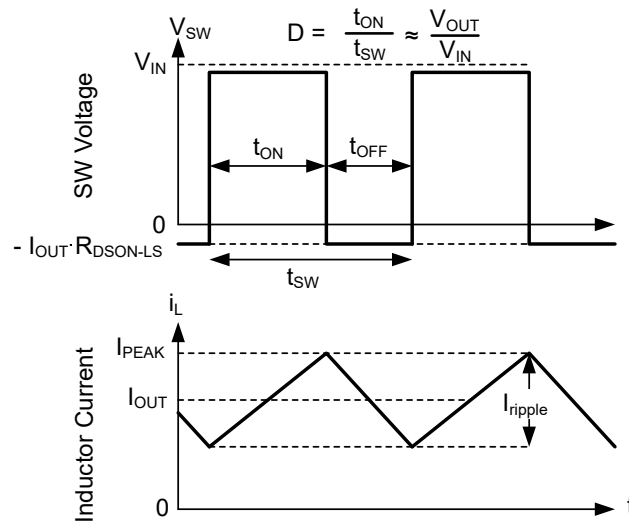

図 7-16. 連続モード (CCM) における SW 電圧とインダクタ電流の波形
本デバイスの以下の動作の説明は、セクション 7.2 と以下の波形 (図 7-16) を参照しています。CCM では、本デバイスは、内蔵ハイサイド (HS) およびローサイド (LS) スイッチを各種デューティサイクル (D) でオンにすることで、出力電圧のレギュレーションを実現します。HS スイッチのオン時間の間、SW ピンの電圧 (V_{SW}) は V_{IN} の付近までスイングし、インダクタ電流 (i_L) は線形的な傾きで増加します。HS スイッチは、制御ロジックによってオフにされます。HS スイッチのオフ時間 (t_{OFF}) の間、LS スイッチはオンにされます。インダクタ電流は LS スイッチを通して放電され、LS スイッチの両端の電圧降下によって V_{SW} をグランドの下まで強制的にスイングさせます。一定の出力電圧を維持するため、コンバータ ループはデューティ サイクルを調整します。D は、HS スイッチのオン時間をスイッチング周期で割った値として次のように定義されます。